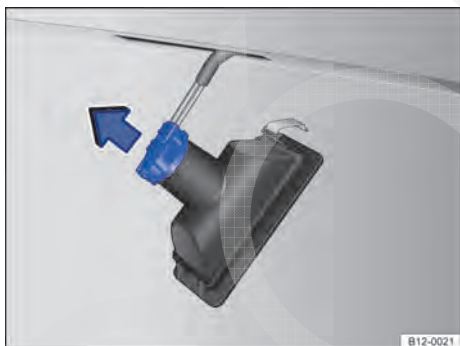

Fig. 139 Lanterna da placa de licença: remover o soquete da lâmpada.
3. Girar o soquete da lâmpada no **sentido anti-horário** e retirar na direção da seta → Fig. 139.